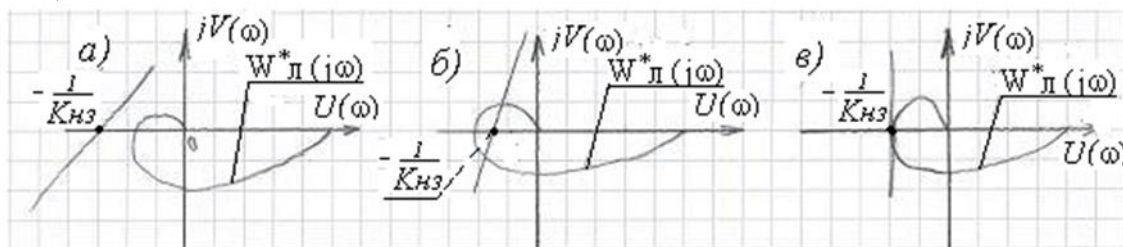

Рис. 9
Вопрос 17. Из предложенных ниже вариантов ответов выберите верный. Используйте критерий устойчивости Попова В.М. для нелинейной САУ с устойчивой линейной частью, представленные на рис. 9 модифицированный годограф $W_L^*(j\omega)$ линейной части САУ и параметр $K_{НЗ}$, определяющий границу сектора, в котором расположена характеристика нелинейного звена.
- 1) нелинейная САУ устойчива (рис. 9а), неустойчива (рис. 9б), на границе устойчивости (рис. 9в);
- 2) нелинейная САУ неустойчива (рис. 9а), устойчива (рис. 9б), на границе устойчивости (рис. 9в);
- 3) нелинейная САУ устойчива (рис. 9а), требуется дополнительная проверка - устойчива или неустойчива (рис. 9б), на границе устойчивости (рис. 9в);
- 4) нелинейная САУ устойчива (рис. 9а), требуется дополнительная проверка - устойчива или неустойчива САУ (рис. 9б), требуется дополнительная проверка - устойчива или неустойчива САУ (рис. 9в).